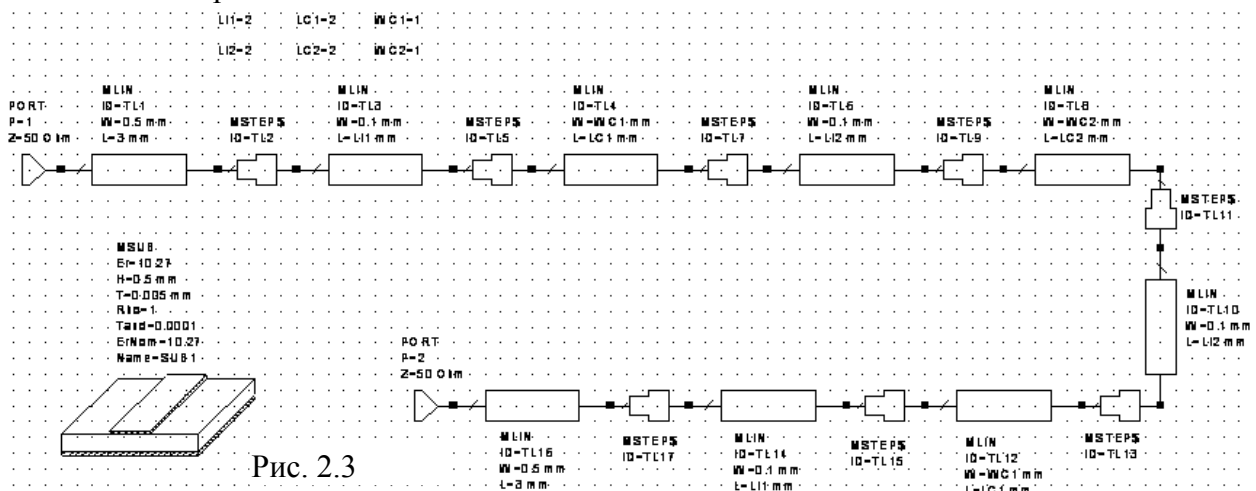

Рис. 2.3
- Дважды щёлкните по элементу **MSUB** и введите значения параметров **Er=10.27**, **H=0.5**, **T=0.005**, **Tand=0.0001** и **ErNom=10.27**. Нажмите **ОК**. Отредактированная схема показана на рис. 2.3.